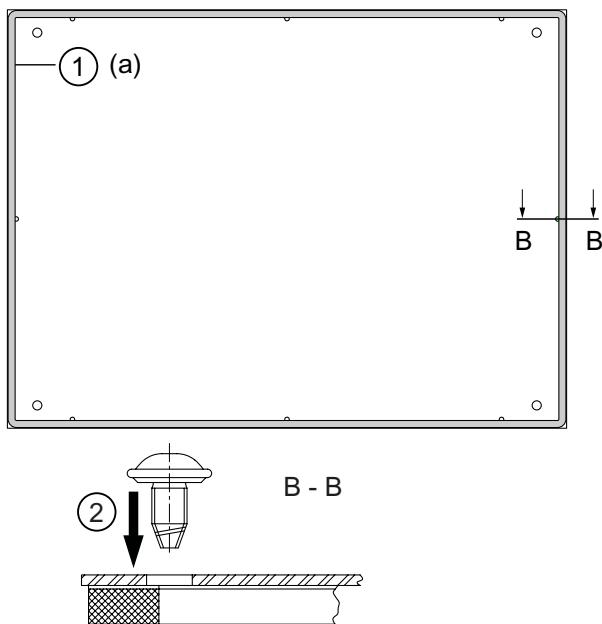

Bild 5
- 1 Um die Schutzart IP54 zu erreichen, muss auf das Dachblech umlaufend Dichtungsband 10x5 mm geklebt werden, siehe Bild 5 (a).